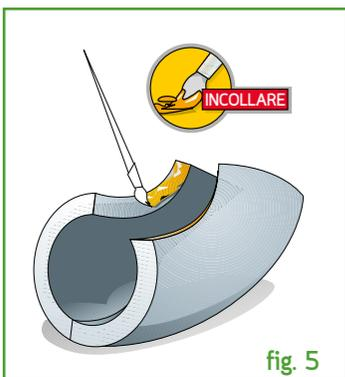

fig. 5
5) Applicare la colla anche sui bordi e lasciarla asciugare (fig 5)